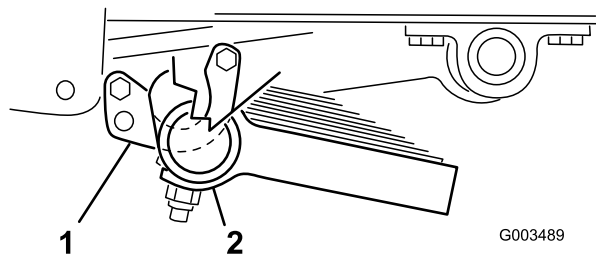

図 12
3. 各サドルの前部を、チューブチューブアセンブリに固定ボルト5/16 x 1"1本とロックナット5/16"1個を使用する図 12。